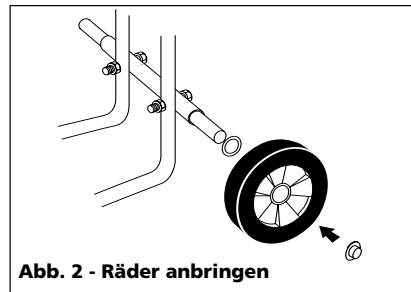

Abb. 2 - Räder anbringen
3. Eine Unterlegscheibe mit 5/8 Zoll Innendurchmesser und ein Rad auf jedes Achsenende stecken. Mit einem Hammer eine Palmutter auf jedes Achsenende klopfen, um die Räder festzuhalten (siehe Abb. 2)